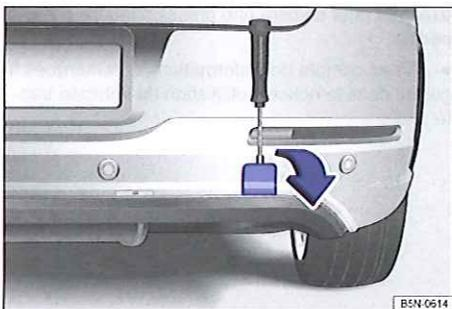

Fig. 249 Pare-chocs arrière droit : cache du logement de l'œillet de remorquage.
Le logement prévu pour l'œillet de remorquage à visser se trouve dans le pare-chocs R-Line côté arrière droit, derrière un cache \Rightarrow fig. 249. Sur les véhicules avec dispositif d'attelage de première monte il n'existe pas, derrière le cache, de fixation destinée à l'œillet de remorquage à visser. La boule d'attelage doit être montée et utilisée pour le remorquage \Rightarrow page 160, \Rightarrow ①.